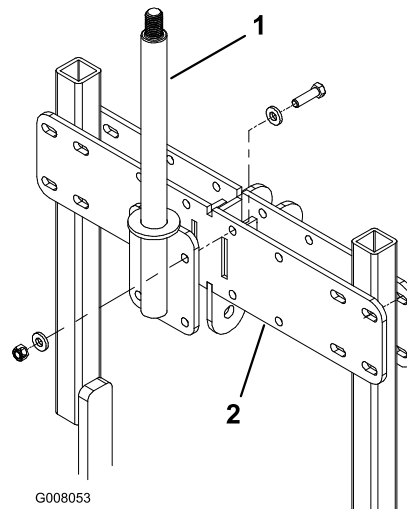

Figura 10
9. Monte el conjunto del pivote en la parte trasera del travesaño del enganche con 4 tornillos de 1/2 x 1-3/4 pulgadas, 8 arandelas y 4 contratuercas (Figura 10). Utilice la posición de montaje central
para los aireadores ProCore 880 y ProCore 864 y la posición descentrada para el aireador 660, según se muestra en Figura 10.